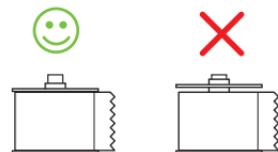

Figure 20
- 5 Insérez le guide de bobine à droite de celle-ci et appuyez fermement le guide contre le côté du rouleau d'étiquettes, en veillant à ce qu'il n'y ait **aucun écart** entre le rouleau et la bobine. Voir Figure 20.